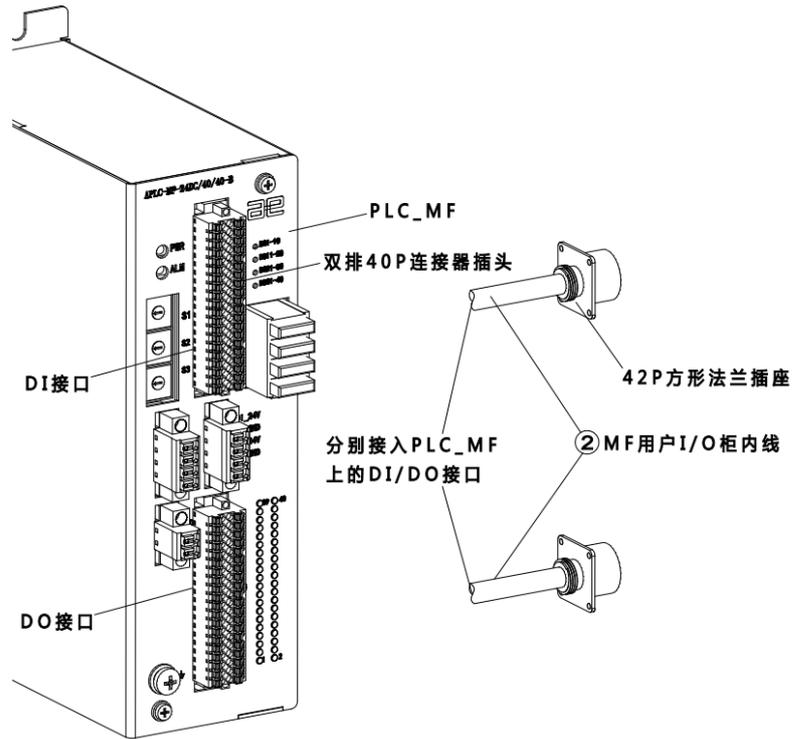

图 19-13 连接 PLC_MF 上的 DI/DO 接口
步骤3. 将②MF 用户 I/O 柜内线的另一端插在 PLC_MF 上的 DI/DO 接口上，参考图 19-13。